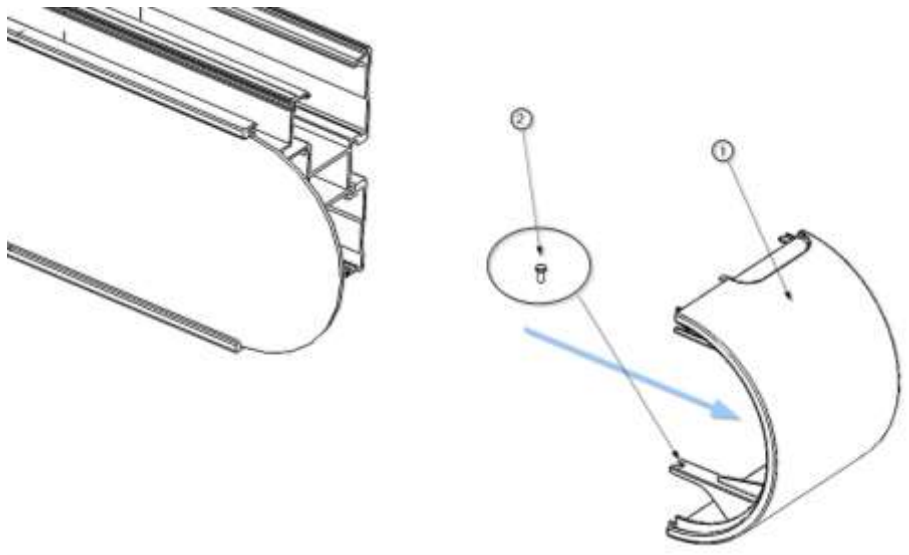

Abb. 5 Entfernen der Seitenwände
- Entfernen Sie die Schraube M4 x 10 ② DIN 7505 und schieben Sie die Seitenwand ① in Richtung des Gerätegehäuses, um sie wie in Abbildung 5 gezeigt zu entfernen.
- Um die Frontblende ① wieder anzubringen, muss sie einfach in Richtung des Gehäuses in ihre Position geschoben werden, bis sie einrastet, und die Befestigungsschraube ② muss wieder angebracht werden.